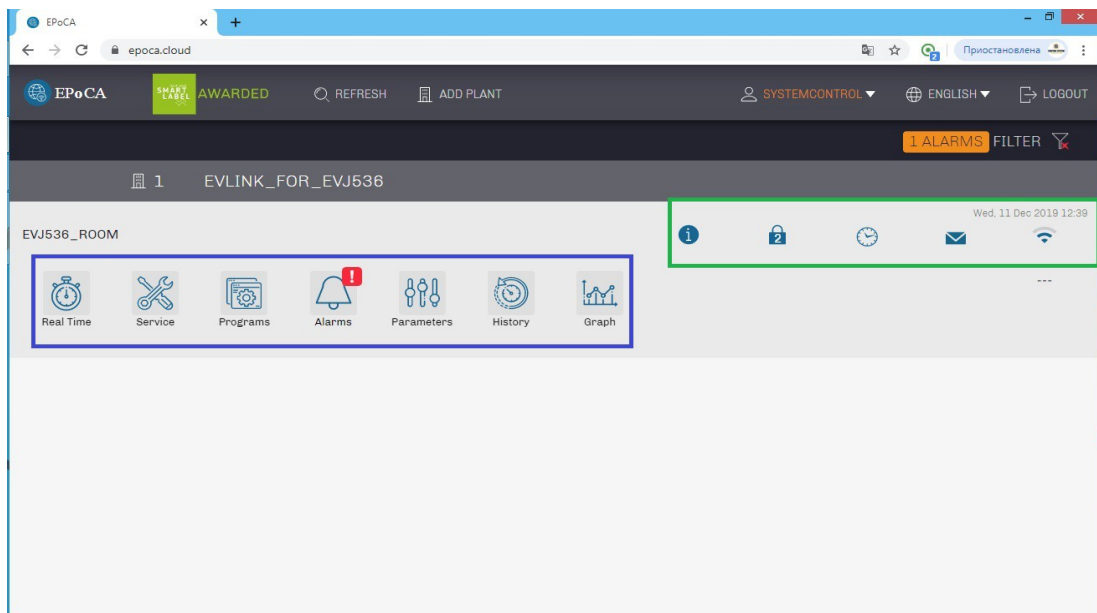
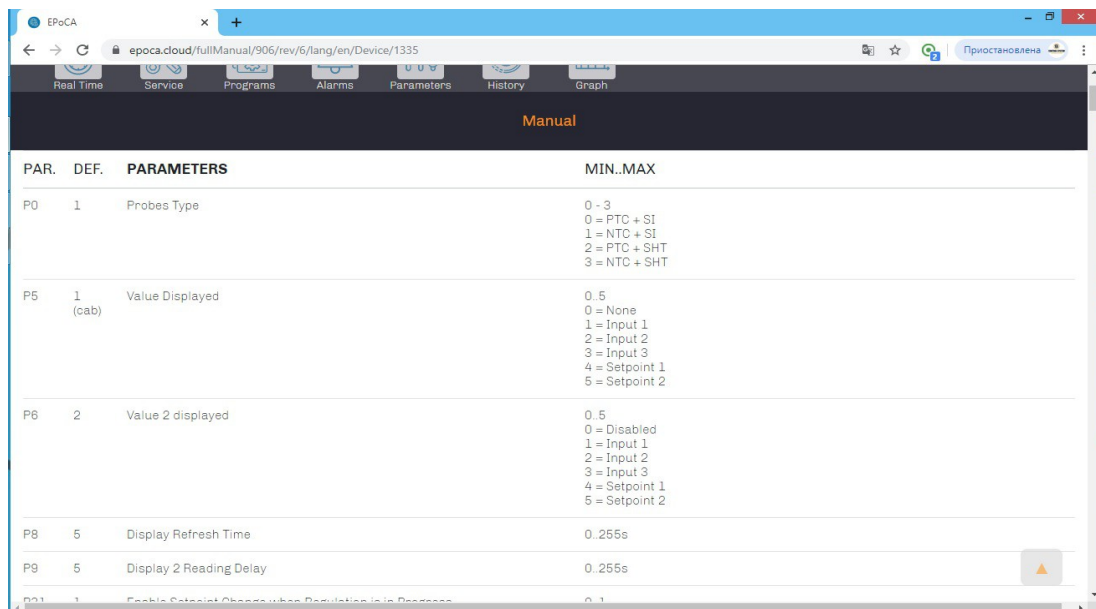

Рисунок 25–Главное окно приложения «Ероса»
Рисунок 26–Окно с описанием параметров контроллера
1. Информационное окно с описанием всех параметров подключённого контроллера (рис.26).
Во вкладке пользователь может просматривать и изменять основные настройки контроллера, например для контроллера EVJ 536 отображается текущий цикл, текущая фаза и время её выполнения (рис.25). Так же в этой вкладке пользователь может изменять значения номиналов (рис.26–27).